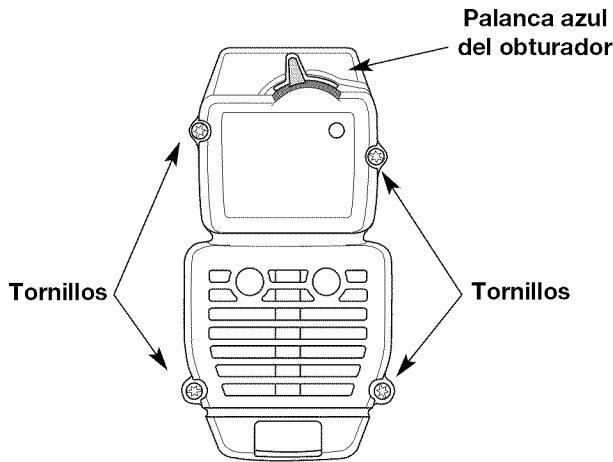

Fig. 36
2. Inserte los cuatro (4) tornillos en los orificios de la cubierta del silenciador / filtro de aire (Fig. 36) y ajústelos. No los ajuste demasiado.